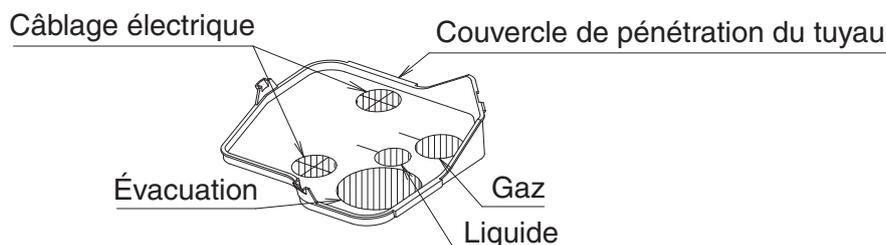

Fig. 19
- Au cas où la tuyauterie s'élève, retirez le couvercle de la tuyauterie de pénétration, faites des trous pour la tuyauterie de pénétration en coupant le couvercle à l'aide d'un objet tranchant, tel que des ciseaux. Après que la tuyauterie ait traversé le couvercle, remettez le couvercle sur l'unité intérieure. **(Reportez-vous à la Fig. 19)**